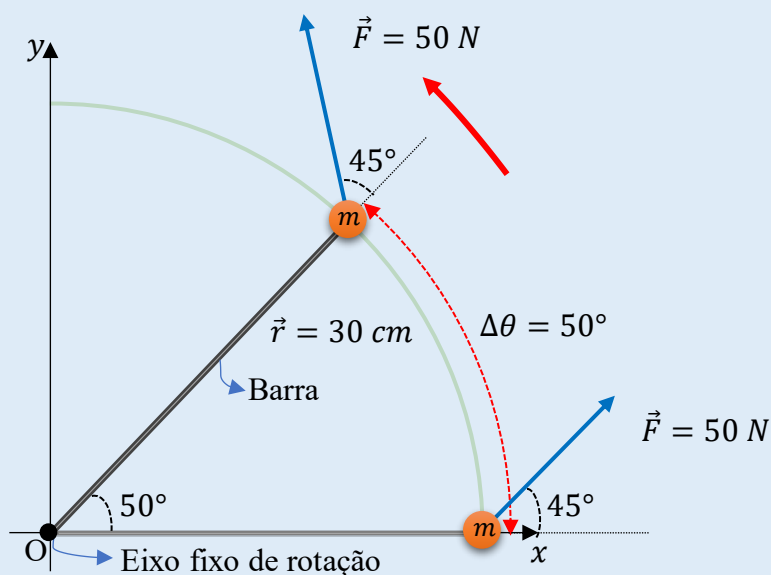

Figura 6.07: Exercício Proposto 6.02 - Corpo rígido em rotação preso na extremidade de uma barra fina de massa desprezível.
6.02 – A seguir, a **Figura 6.07** representa uma partícula de massa m , presa em uma barra fina de massa desprezível, distante 30 cm do seu eixo fixo de rotação. Em certo instante, a partícula encontra-se sobre o eixo positivo de x e uma força constante de 50 N , com inclinação de 45° sobre o eixo em que ela se encontra, começa a agir sobre ela, fazendo-a girar no sentido anti-horário. Considere que a única energia que varia no corpo seja a energia cinética de rotação e calcule o trabalho realizado para a partícula sofrer um deslocamento angular de 50° , conforme ilustra a figura a seguir. (Dado: $\sin 45^\circ = 0,71$) e que 50° corresponda a $0,87$ radianos.